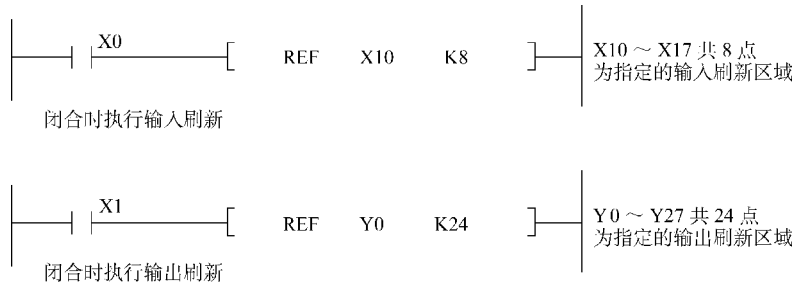

图 1-11 I/O 刷新指令程序示例
2) 因逐行扫描方式会造成输出信号的滞后，所以在运算过程中需要最新的输入信号以及希望立即输出运算结果时，可以使用 I/O 刷新指令 REF (见图 1-11)。此指令是“输入立即生效”和“输出立即动作”的命令。